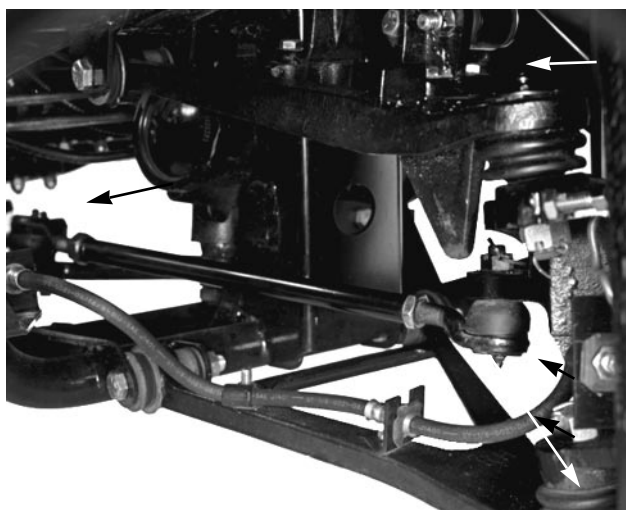

Fig. 11
I punti di lubrificazione ed i quantitativi sono: testa dei tiranti (4) (Fig. 11); giunti universali anteriori (4) (Fig. 11); alberi motori posteriori (6) (Fig. 12); albero dello sterzo (1) (Fig. 13); boccole dell'assale anteriore (2) (Fig. 14); perni del pedale (4) (Fig. 15).